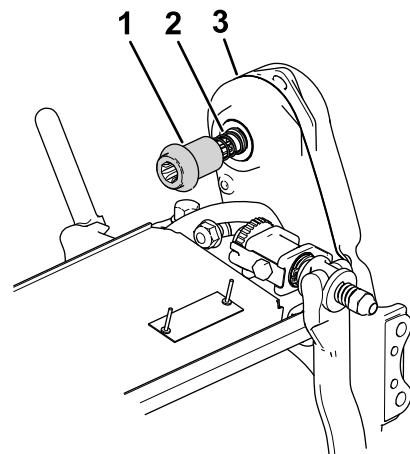

図7
4. カッティングユニットのリール駆動アセンブリに、カップラとスプリングを取り付ける 図7。
5. トランスミッション駆動シャフトのカップラ 図7が前後に軽く動くことを確認する。